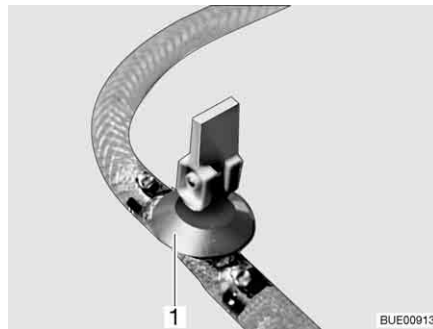
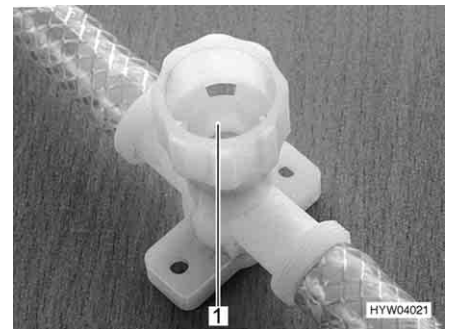

Bild 211 Avtappningskran (med vipparm)
Bild 212 Avtappningskran (med vred)
- Öppna alla avtappningskranar. Ställ för detta avtappningskranens vipparm (Bild 211, 1) lodrätt eller vrid avtappningskranens kran (Bild 212, 1) moturs.